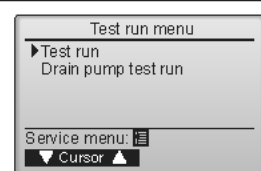

Fig. 8-2
- ② Επιλέξτε "Test run" (Δοκιμαστική λειτουργία) από την οθόνη Test run (μενού "Δοκιμαστική λειτουργία") και πατήστε το κουμπί [ΕΠΙΛΟΓΗ]. (Fig. 8-2)
- ③ Η δοκιμαστική λειτουργία ξεκινά και εμφανίζεται η οθόνη της λειτουργίας Test run (Δοκιμαστική λειτουργία).